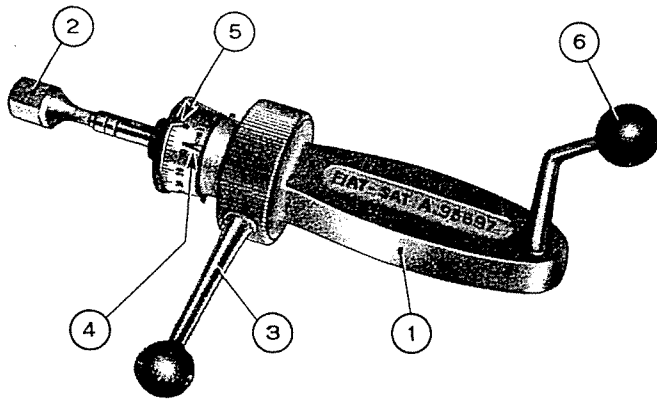

Abb. 255 - Dynamometer zur Kontrolle des Rollmoments der Radnabenlager.
Stütze A. 95697/2 für das Dynamometer an der Bremstrommel befestigen, Zapfen (2, Abb. 255) des Dynamometers A. 95697 in den Bremstrommelsteg einsetzen und dann Hebel (3) greifen.